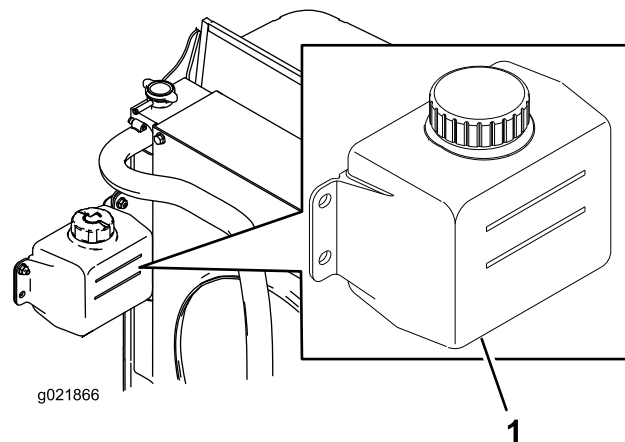

Figura 78
1. Controllate il livello di refrigerante nel serbatoio di espansione (Figura 78).